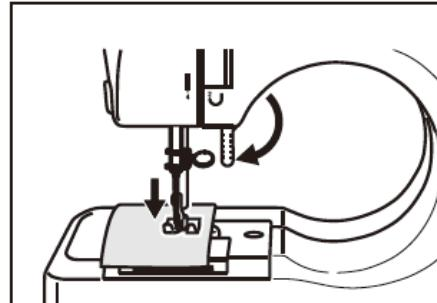

Abb. 12
3. Senken Sie den Nähfuß. (Abb. 12).